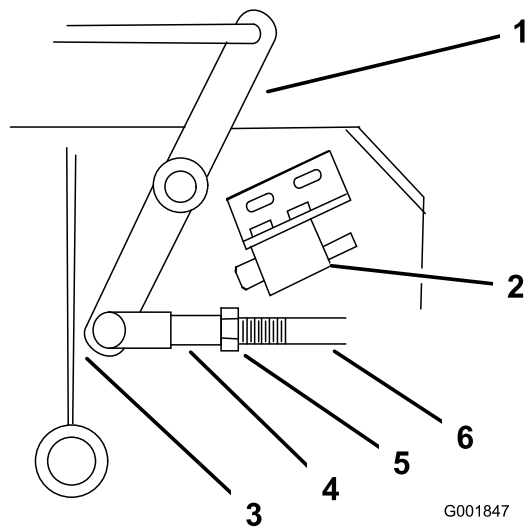

Bild 47
- Stellen Sie die Länge des Gestänges so ein, dass das untere Ende des Kippschalters die Achsenstützverstärkung gerade nicht berührt (Bild 47).
9. Lösen Sie die Mutter am Bügel (Bild 47).